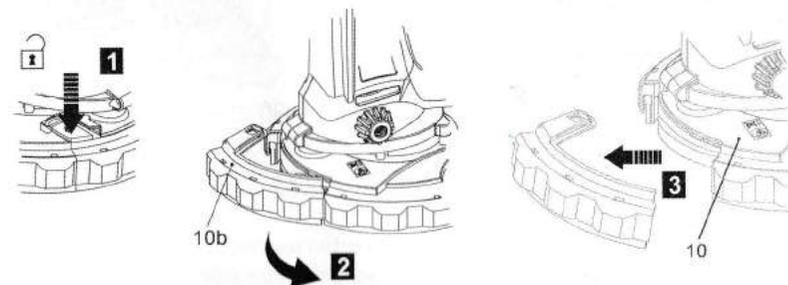

Рис. 9
- > Прижмите кнопку деблокировки (10с) вниз и, удерживая в таком положении, снимите сегмент (10b) с кожуха (10) (Рис. 9).